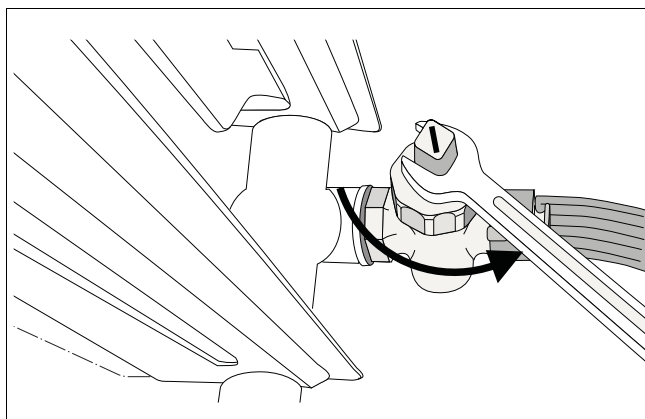

Рис. 94 Слив отопительной установки
- Слейте котловую воду из системы через кран для заполнения и слива, расположенный в самой нижней точке отопительной установки. (рис. 94). (Автоматический) удалитель воздуха в самой верхней точке отопительной установки/или отопительного прибора должен при этом быть открыт.